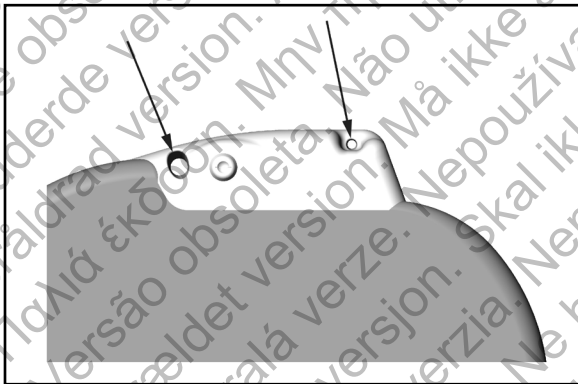

Figura 18: Orificios de sutura del bloque conector para anclar el dispositivo.
9. Ancle el dispositivo a la fascia para evitar la posible migración con una sutura no absorbible de seda 0 o similar. Para esto, el bloque conector cuenta con dos orificios para sutura (Figura 18).